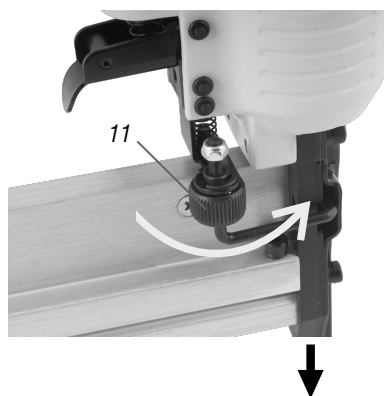

Fig. 7 – Reducir la profundidad
- Para reducir la profundidad de la grapa/clavo, gire la manopla en el sentido contrario a las agujas del reloj (Fig. 7);